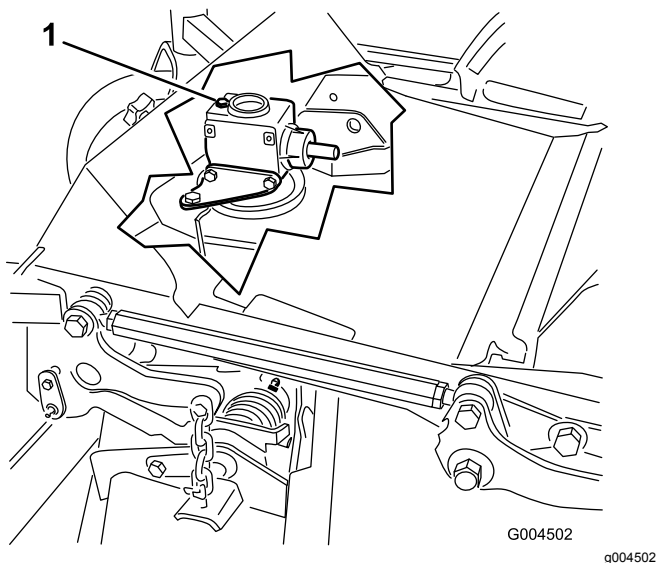

Figure 63
6. Retirez le bouchon de remplissage-jauge au sommet du boîtier d'engrenages (Figure 63) et vérifiez que le niveau de lubrifiant se situe entre les repères sur la jauge.
6. Retirez le bouchon de remplissage-jauge au sommet du boîtier d'engrenages (Figure 63).